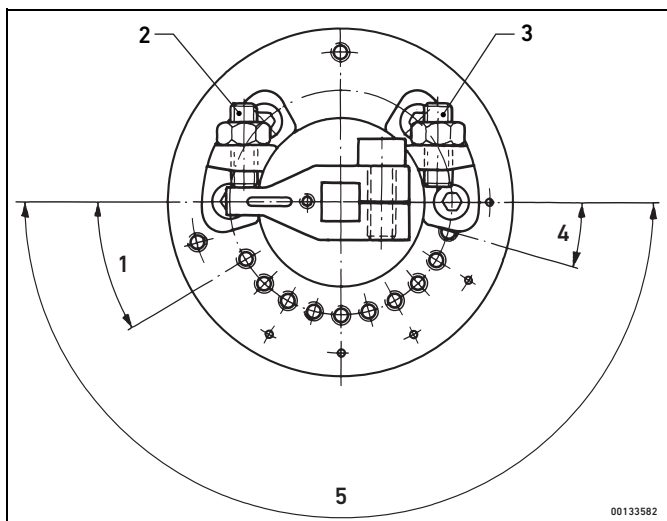

Fig. 6: Ajuste de ángulo
3. Ajuste los ángulos de giro con ayuda de los tornillos de ajuste de precisión. Véase el área de ajuste de los ángulos en la Fig. 6 y la tabla 1.